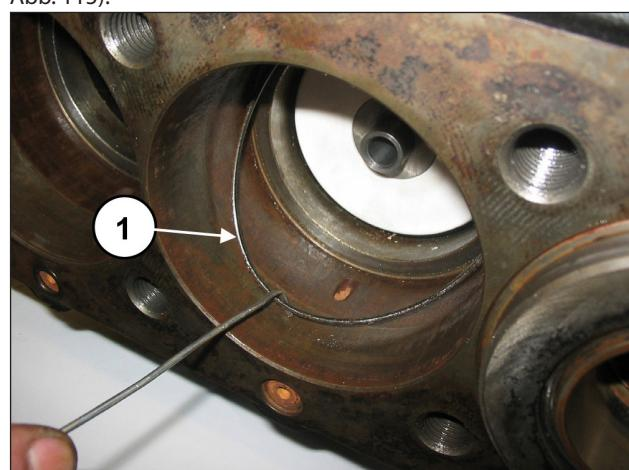

Abb. 115
Nehmen Sie den O-Ring am Boden des Dichtungshalters ab, sollte er im Pumpengehäuse verblieben sein (Pos. ①, Abb. 115).